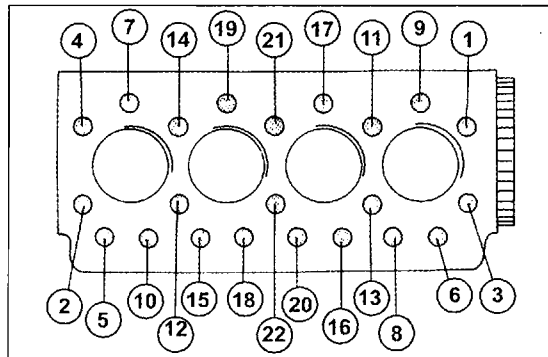
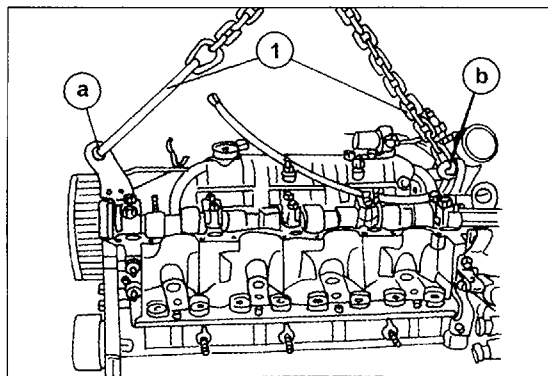

Bild 63
Bild 64
- Die verbleibenden Arbeiten entsprechen den Anweisungen beim Zerlegen des Motors. Um Ihnen die Arbeit jedoch zu erleichtern, zeigen wir die Reihenfolge zum Lösen der Zylinderkopfschrauben in Bild 63. Da der Zylinderkopf senkrecht nach oben abgehoben werden muss, kann man ihn entsprechend Bild 64 mit einer Kette und einem Handkran herunterheben. Nach Abheben des Kopfes die Zylinderkopfdichtung abnehmen und einstweilen zur Seite legen.